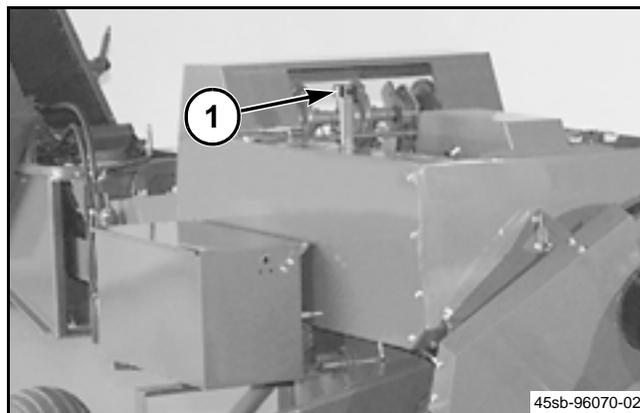

FIG. 9
FIG. 9: Quite y limpie el bolsillo del filtro del respiradero de la tapa (1) y el filtro de aire después de cada cinco días de operación o más frecuente en condiciones extremadamente sucias. Use solvente para limpiar el bolsillo del filtro del respiradero de la tapa y el filtro de aire. Coloque el filtro de aire en aceite de motor 10W limpio por un período de tiempo corto antes de instalarlo. Reemplace los filtros que estén demasiado sucios o que sean difíciles de limpiar.